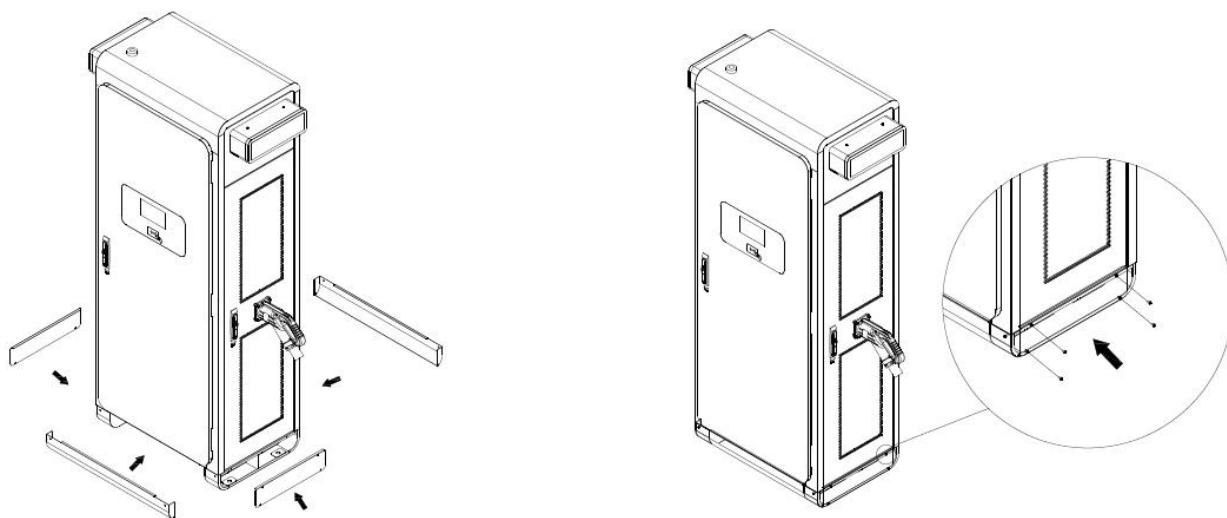

图 13
- 使用 M6*15 螺丝按箭头方向用螺丝刀将四边的密封板进行固定。如图 13